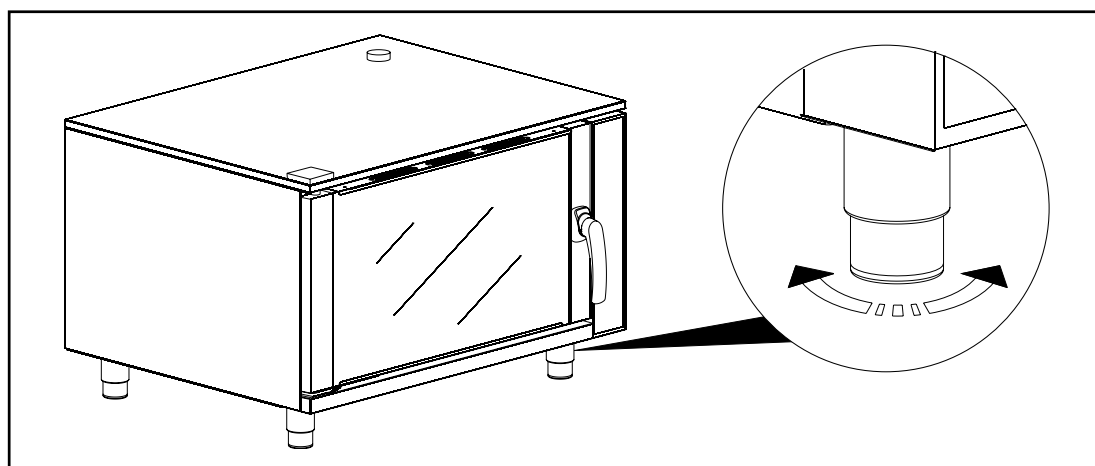

Abb. 4
- c) Während der Installation auf der Werkbank, den Ofen flach legen und dabei auf die einstellbaren Füße einwirken (siehe Abbildung 4).